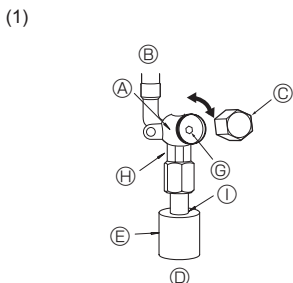
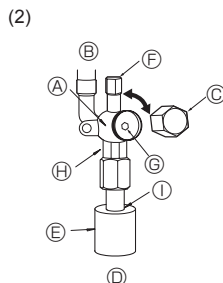

Fig. 4-5
Fig. 4-6
- (1) Gassidan på P100-P140 (Fig. 4-5)
- ① Ta bort kåpan och vrid ventilstången motsols så långt det går med en 5 mm sexkantsnyckel. Sluta när den når stoppet. (ø15,88: Ca. 13 varv)
- ② Kontrollera att stoppventilen är helt öppen och skruva på locket igen.
- (2) Vätskesida på P100-P140 (Fig. 4-6)
- ① Ta bort kåpan och vrid ventilstången motsols så långt det går med en 4 mm sexkantsnyckel. Sluta när den når stoppet. (ø9,52: Ca. 10 varv)